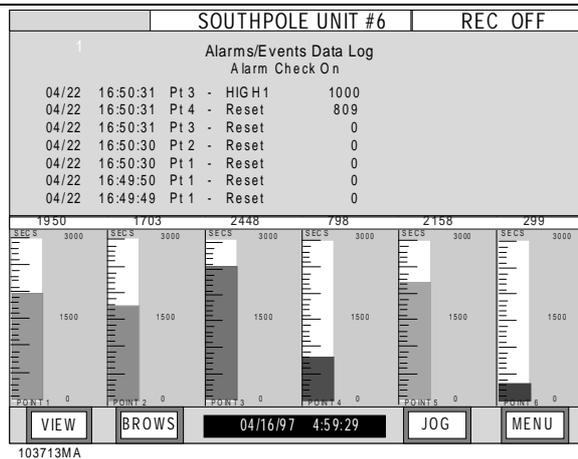

Bild 3-16 Alarm-/Ereignisprotokoll oben, senkrechtes Balkendiagramm unten
9. Alarm-/Ereignisprotokoll oben, senkrechtes Balkendiagramm unten - Bei zyklischem Durchlauf der Ansichten folgt ein unterteilter Bildschirm, der alle Elemente der Bilder 3-12 und 3-9 enthält. Diese Ansicht ist in Bild 3-16 gezeigt.